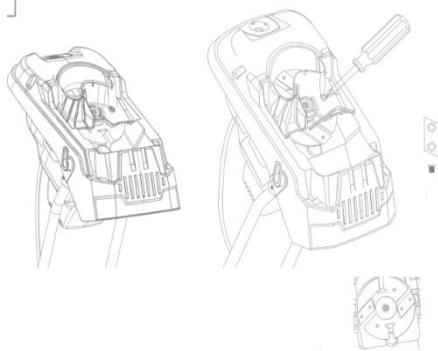

Рис. 9
При устранении засоров появляется доступ к режущему механизму и есть возможность заменить или перевернуть ножи. (Рис. 9).
1. Заблокируйте пластину, на которой закреплены ножи, например, с помощью отвертки (Рис. 9).